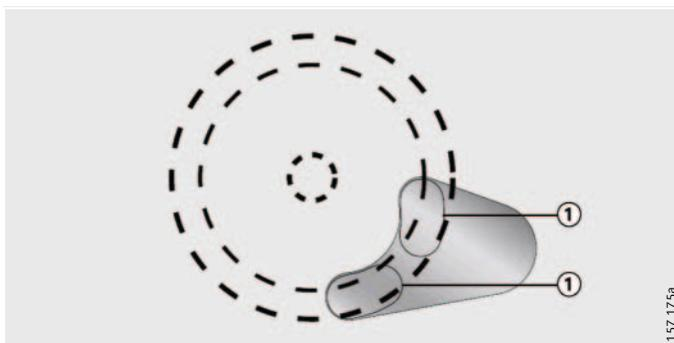

Fig. 4
- Les zones magnétiques doivent toutes deux reposer entièrement sur la machine, *fig. 4*.
- ① Section ajustable de la machine
② Section fixe de la machine